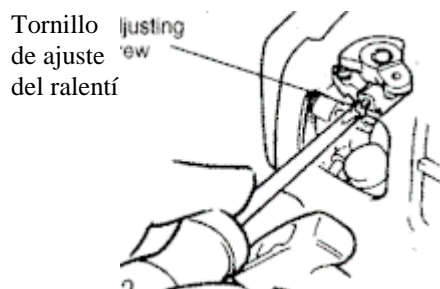

Imagen 32
- 2- Si la herramienta de corte rota a la velocidad de ralentí, reduzca dicha velocidad haciendo girar el tornillo de ajuste en el sentido contrario a las agujas del reloj. Ver Imagen 32.